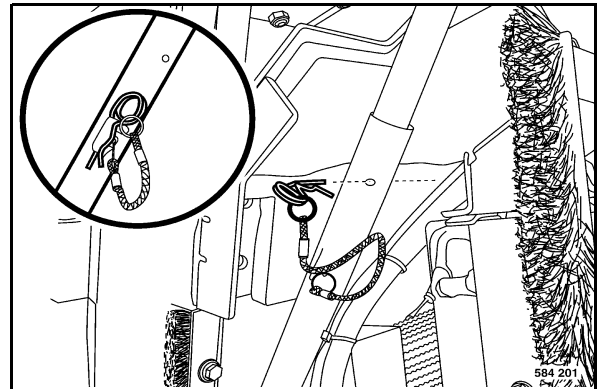

fig. 182
- Ouvrir complètement le capot du moteur (fig. 182) et le verrouiller.